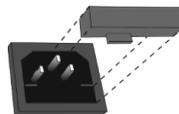

Figura 11. Troca fusível
- 11.5 Troca de fusíveis. Desconexão do circuito elétrico. Remova o plugue de alimentação da parte traseira da unidade (fig. 1/2). Puxe o suporte do fusível aplicando alavancagem no recesso (figura 11). Retire o fusível do suporte. Verifique e substitua pelo fusível correto, se necessário, **M** 3,15 A para 230 V e **M** 8,0 A para 120 V (tipo **M** - intervalo de tempo: Médio ).